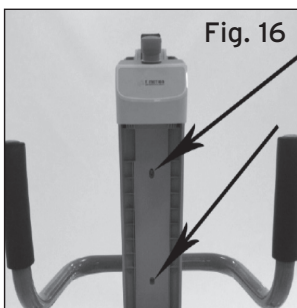

Fig. 16
2. Coloque la centralita al soporte, presionandola ligeramente hacia abajo y bloqueeala con los tornillos retirados. (Fig.16)